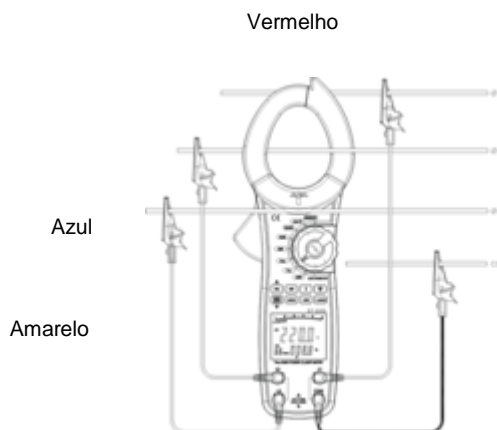

Figura 6
- Quando meça 4 condutores trifásicos ligue o medidor como a figura 6.
Na figura 6  $\Sigma W = W1 + W2 + W3$ .
- 3.. Para o método de conexão trifásico de 4 condutores e trifásico de 3 condutores veja a figura 6 e 15.